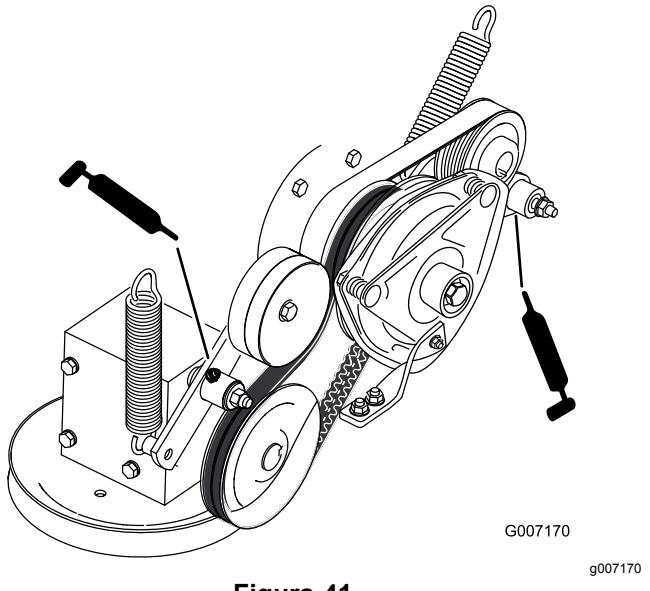

Figura 41
6. Engrase el brazo tensor de la correa de transmisión de la TDF (Figura 41).
7. Engrase el brazo tensor de la correa de la bomba (Figura 41).